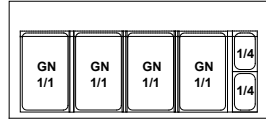

Abb.4 Anordnung der GN-Behälter
- Die GN-Behälter, die mit den Speisen nicht beschafft sind, in dem Innenraum unterbringen nach Abb.4 (S.17)